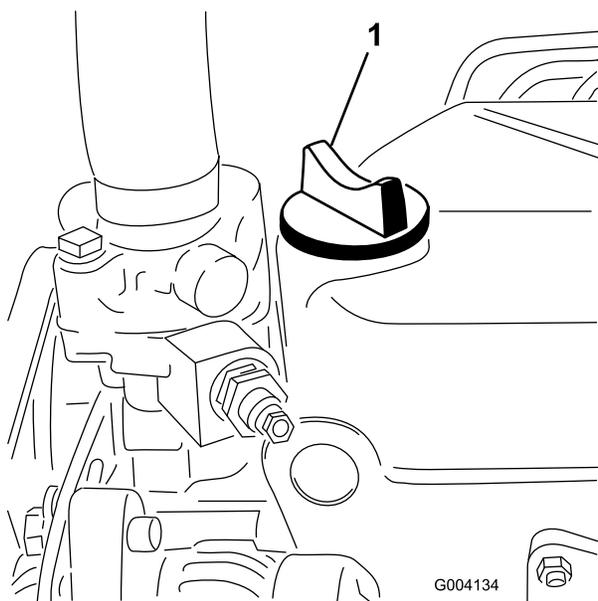

Рисунок 30
5. Если уровень масла ниже метки FULL (Полный), снимите крышку заливной горловины (Рисунок 30) и добавляйте масло, пока его уровень не достигнет отметки FULL (Полный) на масломерном щупе.